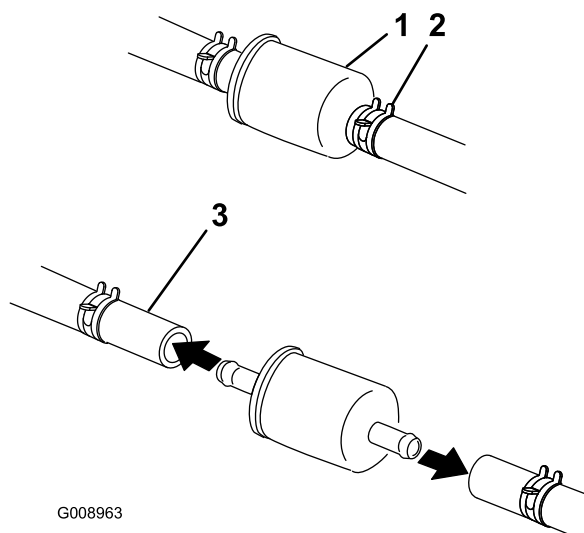

Figure 59
4. Fermez le robinet d'arrivée de carburant sous le siège (Figure 59).
5. Pincez les extrémités des colliers et faites glisser ceux-ci pour les éloigner du filtre (Figure 59).
7. Posez un filtre neuf et rapprochez les colliers de fixation du filtre (Figure 59).